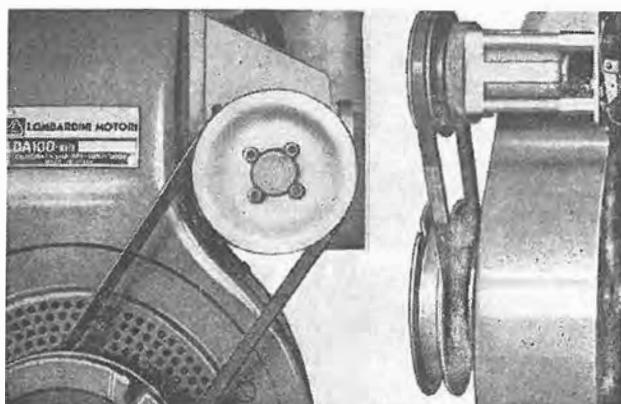

Fig. 41
- Lateralmente al convogliatore lato filtro aria, con supporto ed azionamento a mezzo cinghia trapezoidale, dalla puleggia avviamento (fig. 41).
- Beside shroud on air cleaner side, with support and V-belt drive from starting pulley (Fig. 41).
- Sur le côté du collecteur, côté filtre à air, avec support et entraînement, par courroie trapézoïdale, par poulie de lancement (fig. 41).